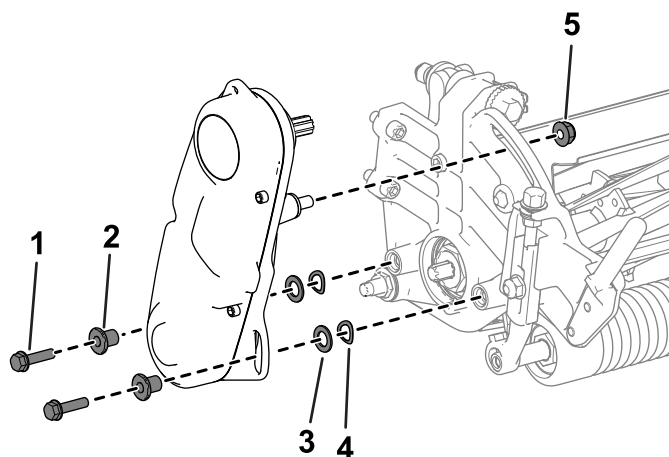

Figure 36
2. Retirez les fixations qui maintiennent le système d'entraînement du cylindre sur la plaque latérale (Figure 36).
3. Déposez le système d'entraînement du cylindre, les rondelles plates, les rondelles élastiques et les entretoises de la plaque latérale (Figure 36).